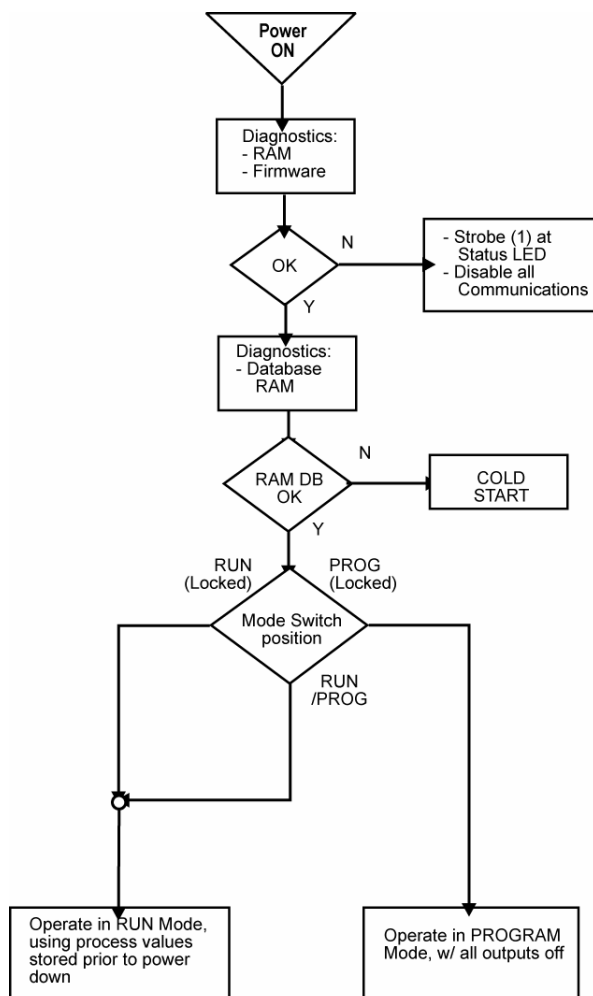

Figura 78 – Operación de arranque en caliente
Un arranque en caliente es un rearranque de la estrategia de control que utiliza datos dinámicos que se almacenan en la memoria RAM con respaldo de batería a fin de permitir la acción de control para continuar exactamente de la misma forma que antes del rearranque. En el procedimiento de arranque en caliente (que se muestra en el diagrama principal de Figura 78), las pruebas de diagnóstico demuestran la integridad del hardware, del software y de la base de datos de configuración, teniendo como resultado un arranque en caliente del control de procesos. La acción de control se reinicia exactamente igual que antes del corte del suministro.
- Después de producirse un corte del suministro, cuando el diagnóstico indica que el hardware y el programa de software del controlador están intactos, pero que el contenido de la base de datos de la memoria RAM es incorrecto. (Consulte Figura 78.)